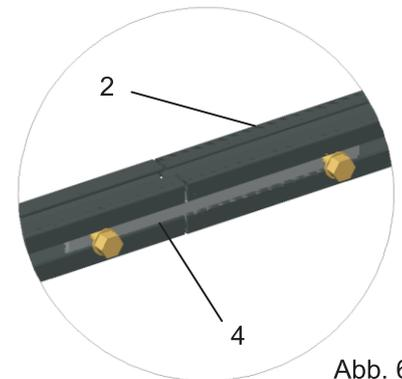

Abb. 6
Im Fall, dass mehrere Montageschienen (2) miteinander verbunden werden, muss ein Verbinder-Set (4) in die entsprechende Führung des Profils eingeschoben und verschraubt werden (Abb. 6).